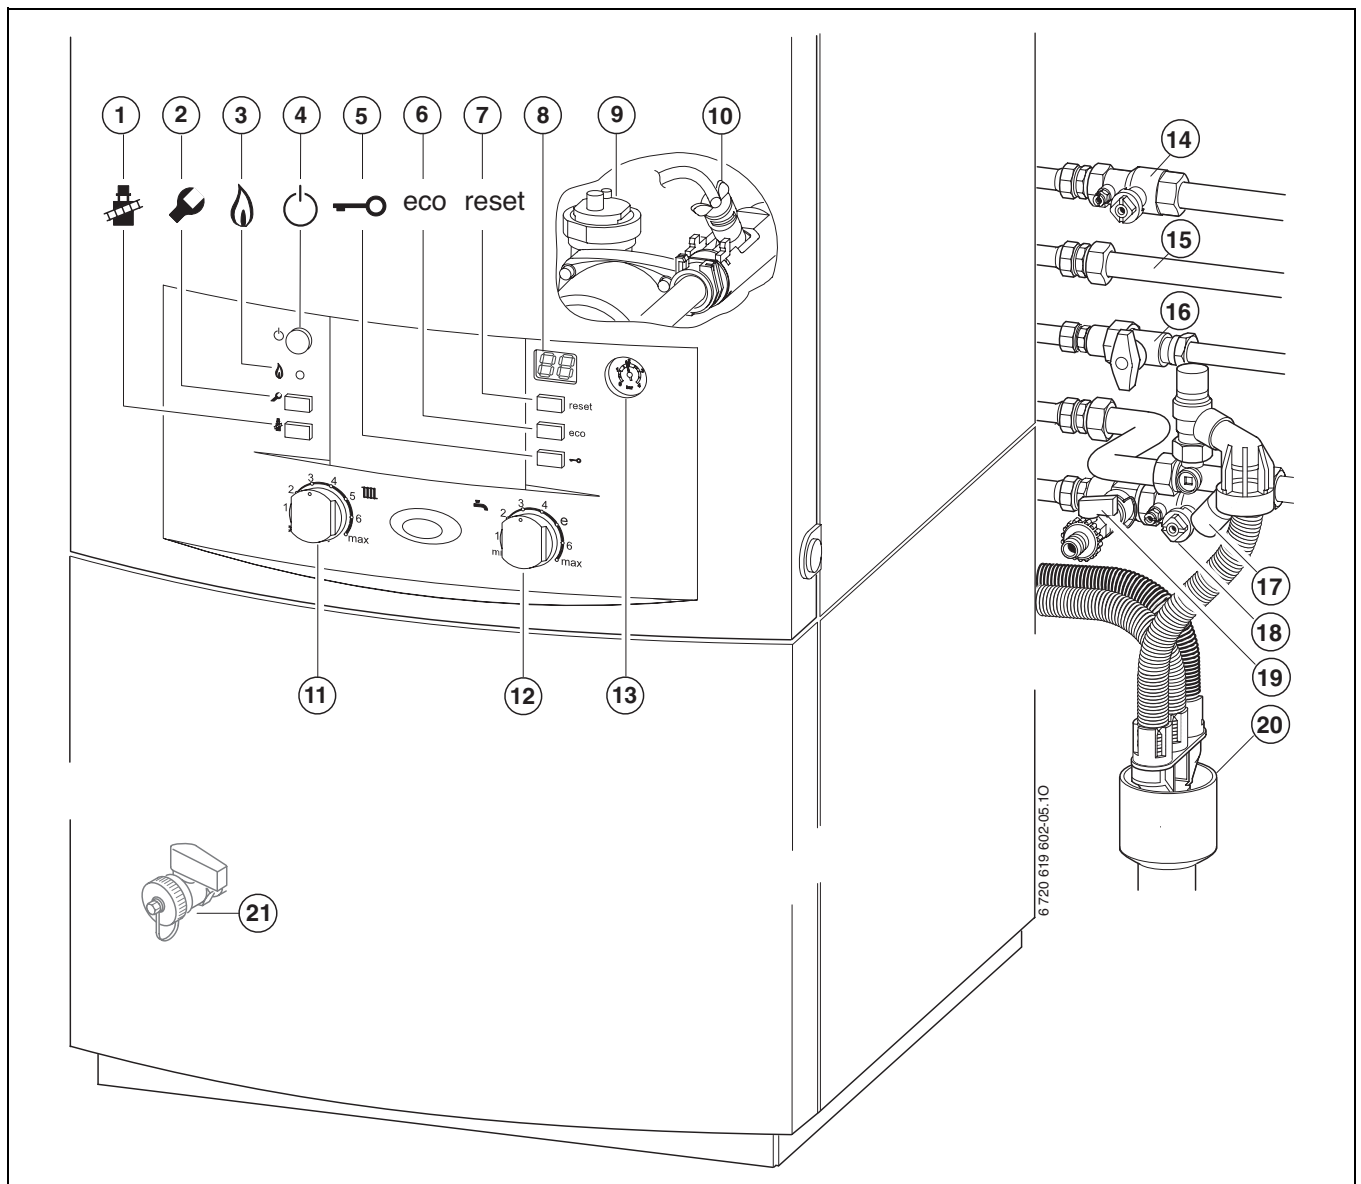

Fig. 60
- ▶ Kraan CV-aanvoer en kraan CV-retour (→ afb. 60, [14] en [18]) openen.